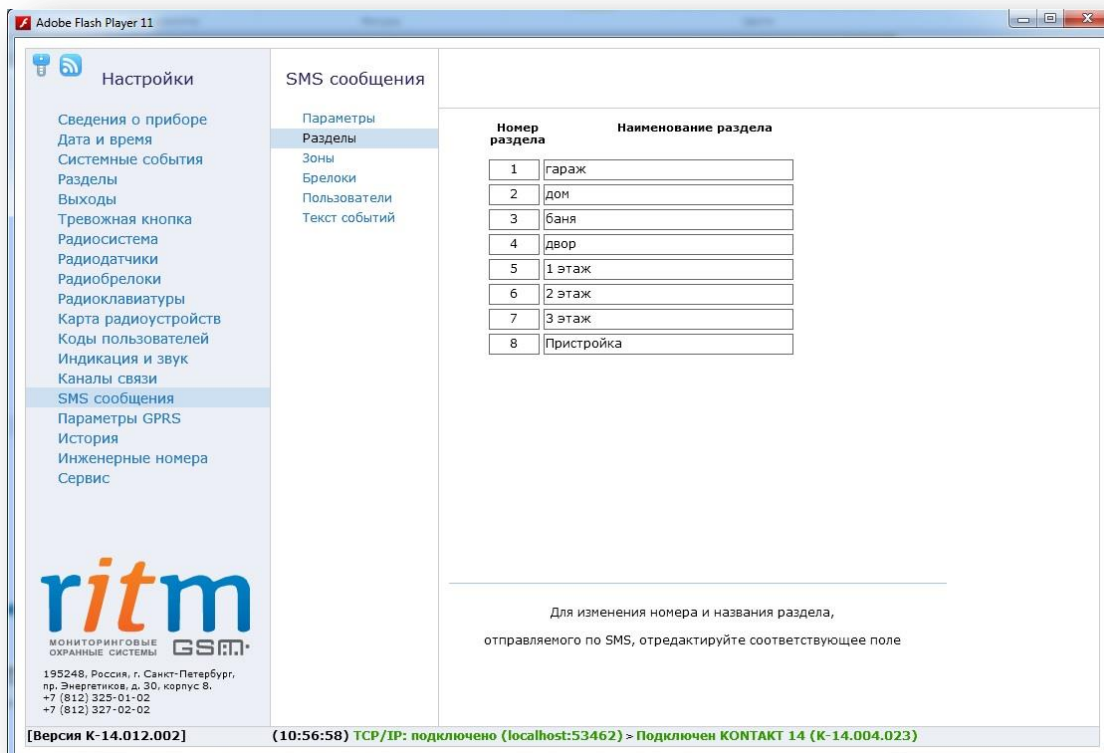

Рисунок 35. Страница настройки разделов SMS
2. «Разделы» (см. рис. 35)
На странице «Разделы» (см. рис. 35) присваивается наименование каждому разделу радиосистемы для текстового описания в SMS-сообщениях, т.е. вместо номера раздела в сообщении будет отображаться введённый здесь текст. Пользователь может назначать любые двузначные номера разделов, но для корректной работы номер раздела на этой странице должен совпадать с номером, указанным на странице «Разделы». По умолчанию номера разделов указаны по порядку от 1 до 8.